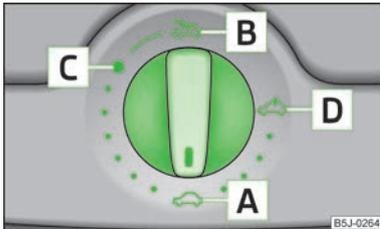

Abb. 20
Das Schiebe-/Ausstelldach wird mit dem Drehschalter » Abb. 20 bedient und funktioniert nur bei eingeschalteter Zündung. Der Drehschalter hat mehrere Stellungen.
Wurde die Batterie abgeklemmt und wieder angeklemt, kann es passieren, dass sich das Schiebe-/Ausstelldach nicht vollständig schließt. Deshalb muss der Drehschalter in die Schalterstellung **A** gebracht » Abb. 20 und etwa 10 Sekunden lang vorn gedrückt werden.
- > Den Schalter in Stellung **C** » Abb. 20 auf Seite 36 drehen.
- > Den Schalter in Stellung **B** » Abb. 20 auf Seite 36 drehen und in dieser Position (gefederte Stellung) halten.
- > Den Schalter in Stellung **D** » Abb. 20 auf Seite 36 drehen.
- > Den Schalter in Stellung **A** » Abb. 20 auf Seite 36 drehen.
Das Schiebe-/Ausstelldach ist mit einer Kraftbegrenzung ausgestattet. Wenn ein Hindernis (z. B. Eis) das Schließen verhindert, stoppt das Schiebe-/Ausstelldach und öffnet vollständig. Das Schiebe-/Ausstelldach kann ohne Kraftbegrenzung vollständig geschlossen werden, wenn der Schalter in Stellung **A** » Abb. 20 auf Seite 36 vorn so lange gedrückt wird, bis das Schiebe-/Ausstelldach vollständig geschlossen ist » **i**.
Nach jeder Notbetätigung (mit dem Innensechskantschlüssel) muss das Schiebe-/Ausstelltdach in die Grundstellung gebracht werden. Deshalb muss der Drehschalter in die Schalterstellung  gebracht » Abb. 20 auf Seite 36 und etwa 10 Sekunden lang vorn gedrückt werden.